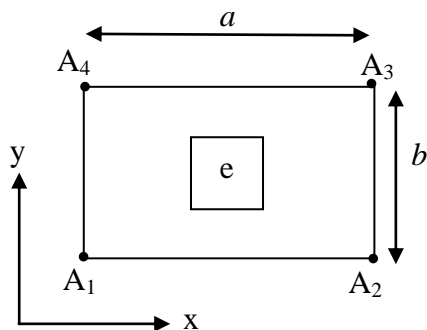
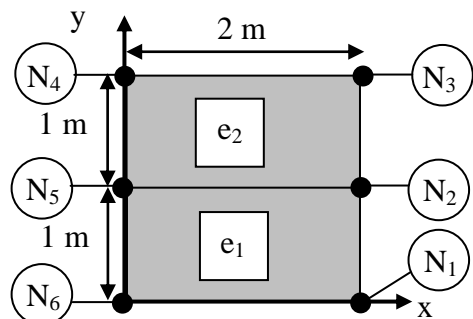

Figure 5 – rectangle avec côtés parallèles aux axes
Figure 6 – maillage de la structure
Dans toutes les questions qui suivent, on considère que e est un rectangle avec des côtés parallèles aux axes et de longueur a et b (fig. 5).
10) On considère le maillage de la figure 6 avec une source interne de chaleur \bar{q} égale à 200 W/m^3 et une température imposée de $5 \text{ }^\circ\text{C}$ sur les nœuds 1, 2, 3 et 4. La conductivité k du matériau est de $60 \text{ W/(m}^\circ\text{C)}$. En choisissant la convention de numérotation locale de la figure 5 pour chacun des deux éléments du maillage, assembler la matrice et le second membre du système linéaire associés au modèle élément fini. Calculer les températures aux nœuds 5 et 6 en explicitant le détail du calcul (à titre de vérification des calculs, les résultats obtenus avec ANSYS sont donnés dans le tableau 1).